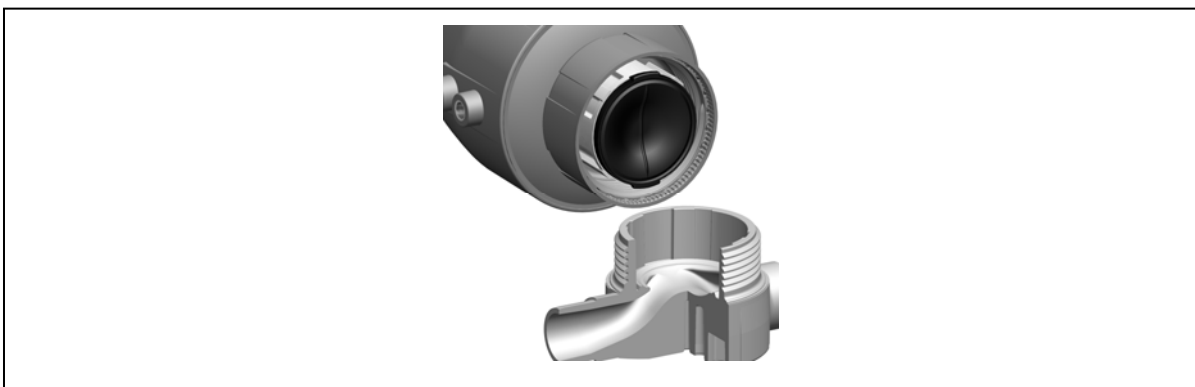

Fig. 14
- ▶ Réaligner la membrane en parallèle et le compresseur. Les onglets de la membrane doivent être placés entre les barres étroites de guidage du boîtier intérieur, voir Fig. 14